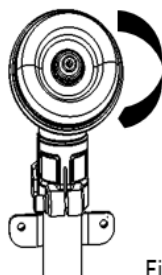

Fig.7
1. Retire a porca (sentido dos ponteiros do relógio) e todos os componentes da cabeça (Fig. 7 e 8).